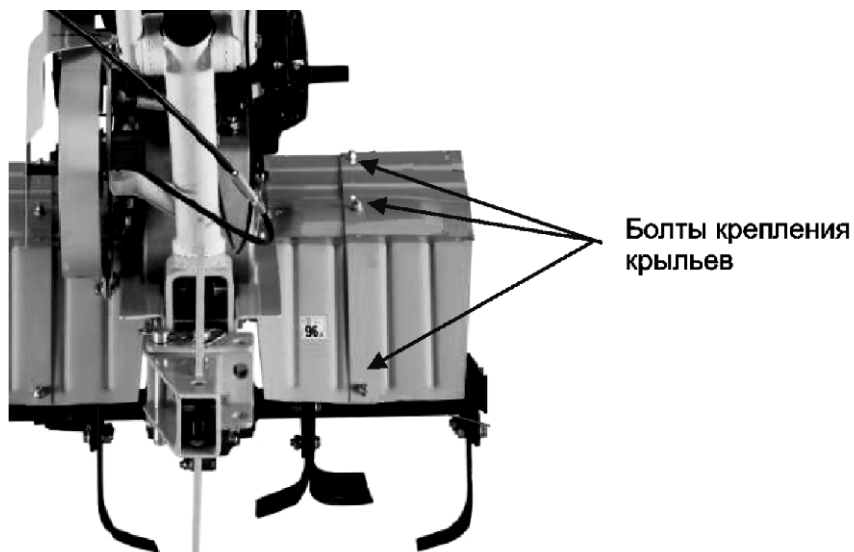

Рис. 6
6. Установите на культиватор защитные крылья фрез с помощью болтов и гаек (рис. 6)